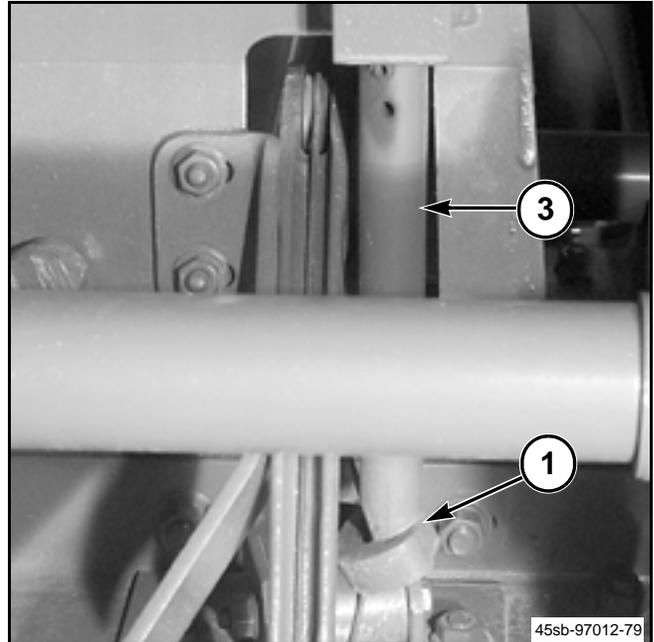

FIG. 67
FIGS. 67–68: El gancho del retorcedor (1) debe ser sincronizado para que agarre el alambre y le de una cantidad requerida de vueltas. Los ganchos del retorcedor están en la posición correcta cuando miran hacia atrás, a 45 grados a la izquierda del centro y las agujas están en la posición inicial.